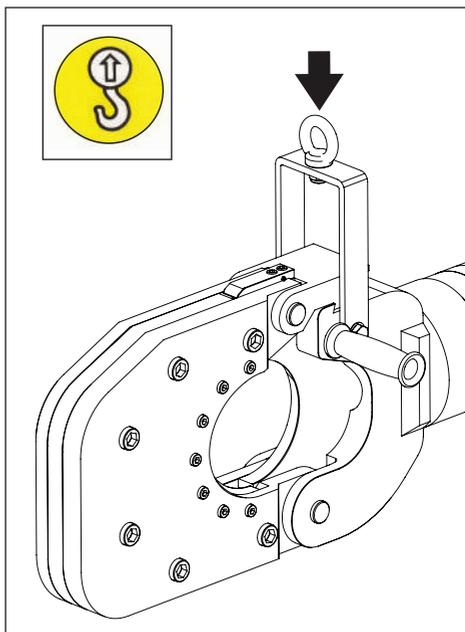

Figura 7, Punto di sollevamento del tagliacavi
• Se è necessario spostare o trasportare l'attrezzo, utilizzare le maniglie o il golfare fornito in dotazione. Vedere la figura 7. Utilizzare apparecchiature di sollevamento dotate di capacità nominale adeguata.